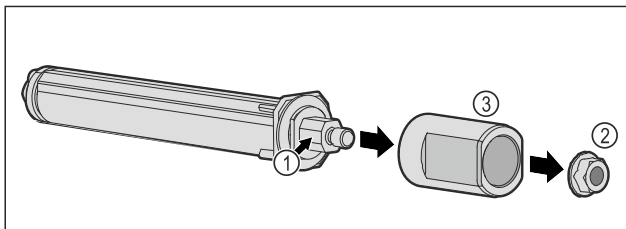

Fig. 54
- ▶ Не розбирати систему закриття дверей Fig. 54 (1).
- ▶ Зніміть гайку Fig. 54 (2).
- ▶ Зніміть втулку Fig. 54 (3).